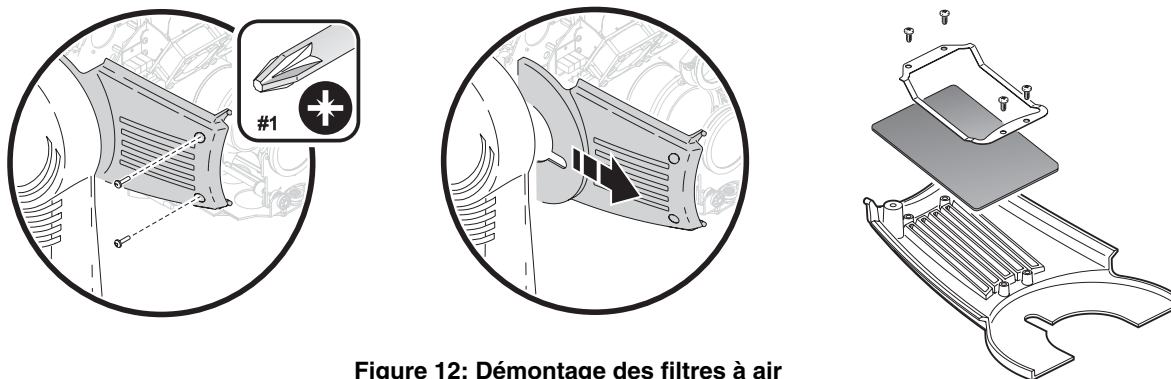

Figure 12: Démontage des filtres à air
6. De chaque côté de la tête, retirez les deux vis qui maintiennent les capots latéraux. Tirez ces capots vers l'avant pour les retirer. Nettoyez ou changez les filtres à air. S'ils sont saturés de liquide à fumée ou de poussière, lavez-les dans de l'eau savonneuse et laissez-les sécher complètement. Placez les filtres en position et remontez les capots. Voir Figure 12.